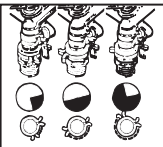

Imagen 3
1. Para que el aspersor gire en círculos completos, jale el clip hacia arriba (1).
3. Ajuste cada retén (2) de manera que el clip metálico limite el riego al área que desee. (Imagen 3)